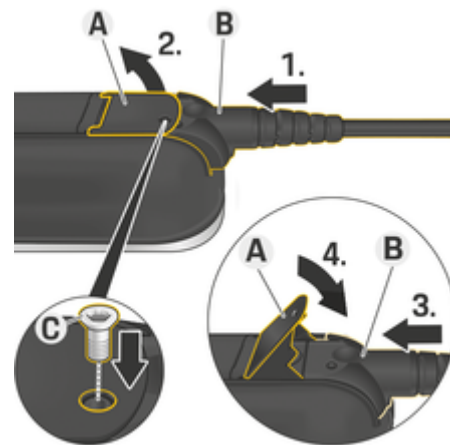

Fig. 70: Conectando cabos e prendendo conectores
- ✓ A alavanca **A** (Fig. 70) está fechada.
1. Insira o conector **B** (Fig. 70) na unidade de comando até sentir a resistência pela primeira vez.
2. Levante a alavanca **A** (Fig. 70).
3. Empurre o conector **B** (Fig. 70) completamente.
4. Feche a alavanca **A** (Fig. 70).
5. Fixe o plugue **B** (Fig. 70) na unidade de comando com o parafuso **C** (Fig. 70).